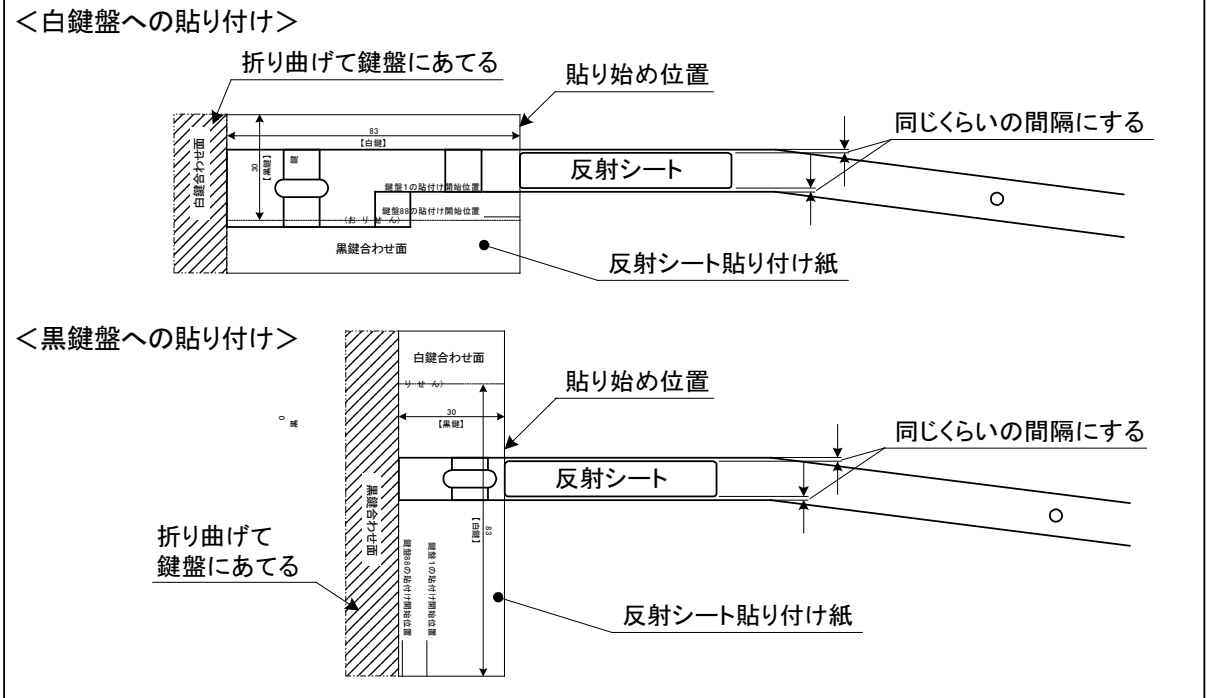
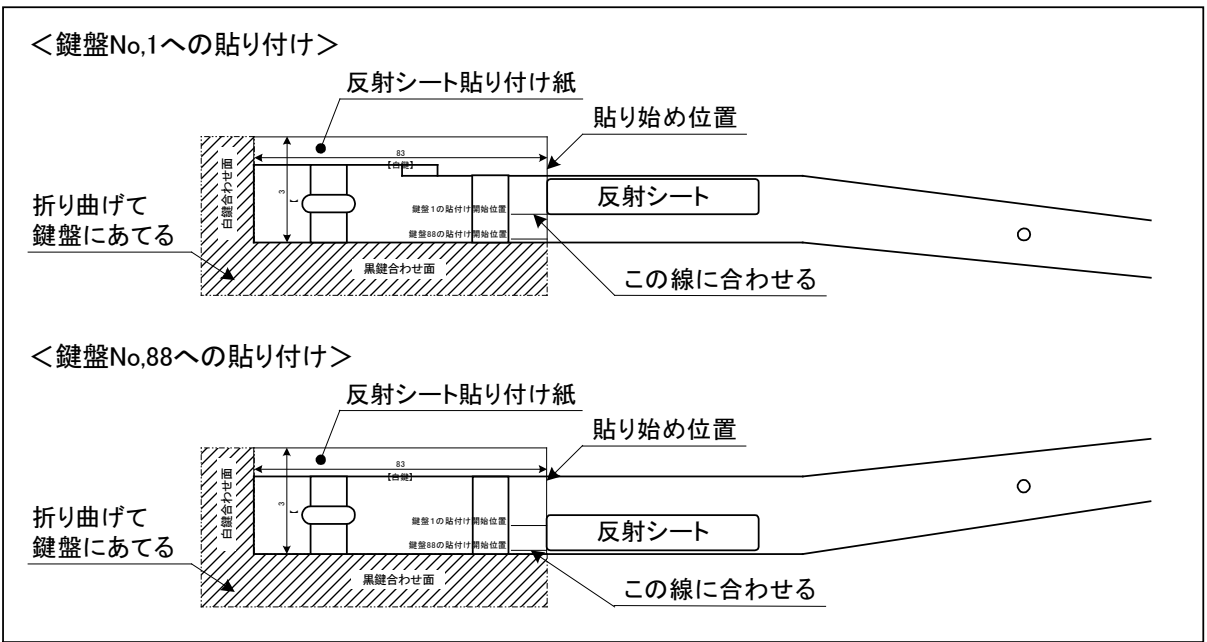

図3.3-7 反射シートの貼り付け
図3.3-8 白鍵No.1とNo.88への貼り付け
(6) 白鍵盤と黒鍵盤から1本ずつを選び、反射シート貼り付け紙を用いて、反射シートを貼り付ける。反射シート貼り付け紙の白鍵盤は【白鍵合わせ面】、黒鍵盤は【黒鍵合わせ面】をそれぞれに折り曲げ、鍵盤の先端部に当てて、各鍵盤用の間隔を取り貼り付ける。(図3.3-7を参照)尚、鍵盤No.1とNo.88は反射シートを貼る場所の幅が広がっているので、図3.3-8の様に、反射シート貼り付け紙の【白鍵合わせ面】と【黒鍵合わせ面】の両面を折り曲げ、鍵盤の先端部と側面部の両面に当てて、鍵盤先端からと側面の両方向から間隔を取って貼り付ける。
(7) 反射シートを貼り付けた鍵盤をピアノに取り付け、キーボードユニットのセンサーと反射シートの位置関係を確認する。反射シートの下にセンサーがある場合は、図3.3-7と図3.3-8の要領で全ての鍵盤に反射シートを貼り付ける。もし、センサーが外れている場合は、センサーに合わせて反射シートの位置を変えて貼り直し、残り全ての鍵盤も同じ位置に貼り付ける。